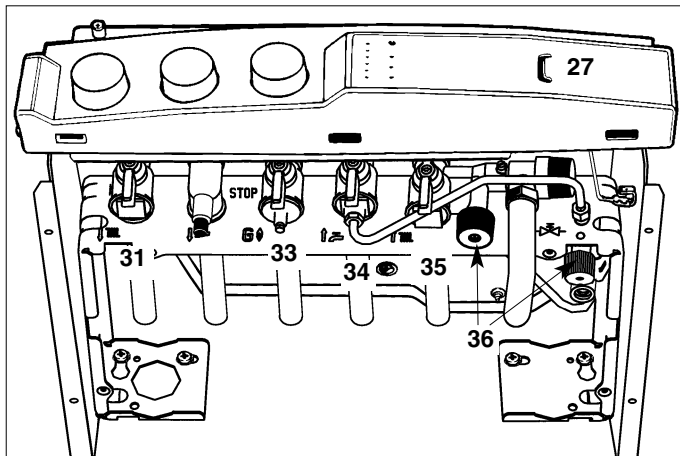

Fig. 14
Ouvrir le robinet d'eau froide **34** (fig. 14) sur la barrette robinetterie ;
- Vérifier que les robinets départ chauffage **31** (fig. 14), et retour chauffage **35** (fig. 14) sont bien ouverts ;
- Ouvrir les 2 robinets de remplissage et d'isolement **36** (fig. 14) ;
- Refermer ces robinets lorsque l'aiguille du manomètre **27** (fig. 14) est supérieure à la pression déterminée en page 7 ;
- Ouvrir le robinet d'arrivée de gaz **33** (fig. 14) ;